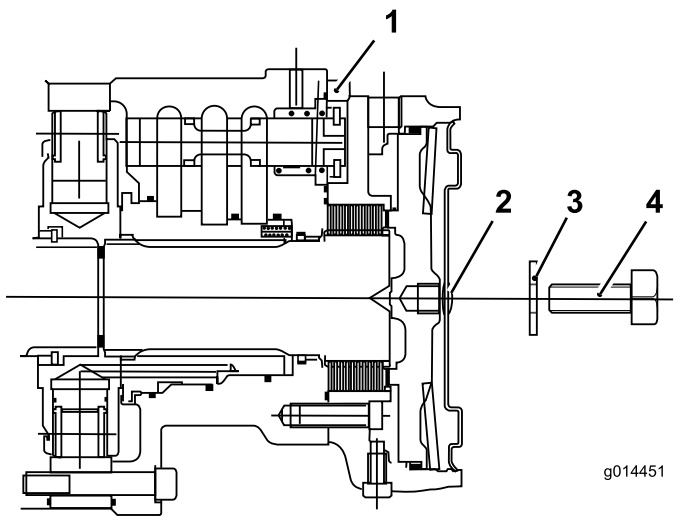

図 47
- C. モータのエンドプレートに六角プラグを取り付ける 図 47。